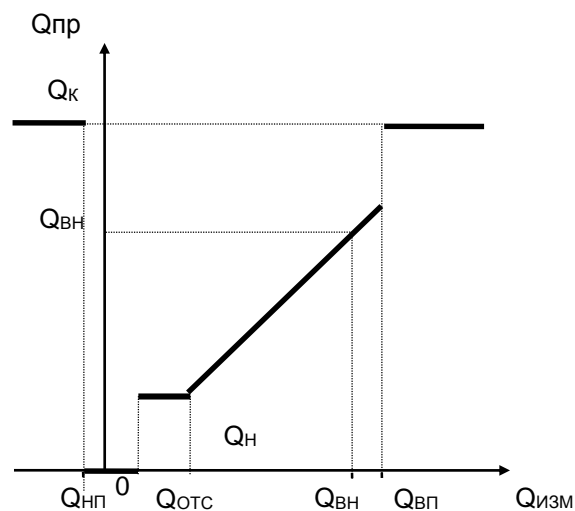

Рисунок 4.2 – Преобразование измеренных значений объемного расхода
4.1.3 Правила преобразования измеренного значения объемного расхода (см. рисунок 4.2) совпадают с правилами преобразования перепада давления.